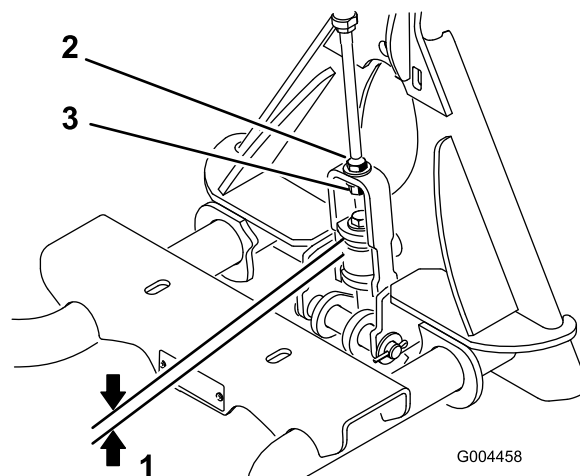

Figure 7
2. Mesurez l'espace entre la rondelle supérieure et l'entretoise dans l'ensemble biellette sur l'adaptateur d'accessoire, comme illustré à la Figure 7.
Remarque: La rondelle et l'épaulement ne doivent pas être espacés de plus de 1,5 à 2 mm (Figure 7).
3. Si l'écartement n'est pas correct, desserrez l'écrou de blocage et serrez ou desserrez l'écrou de réglage sur l'ensemble biellette pour modifier l'écartement (Figure 7).